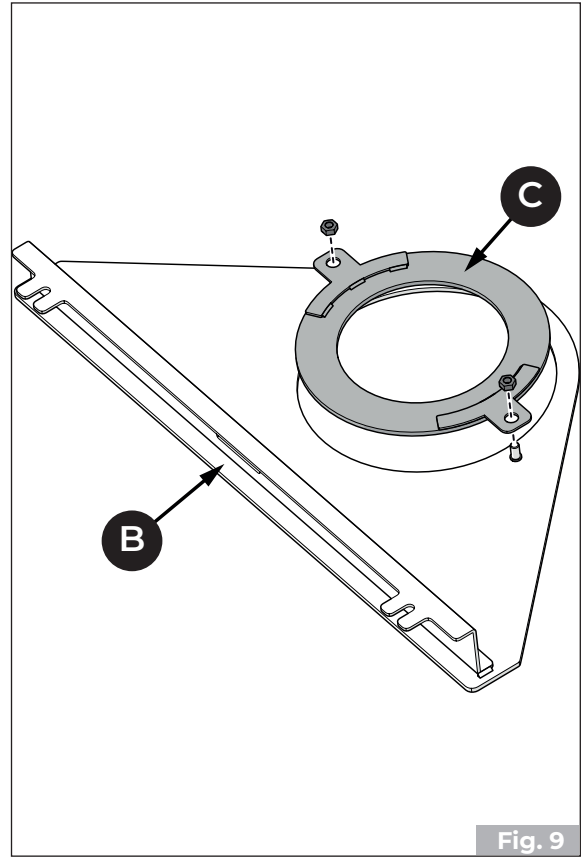

Fig. 9
- Drehen Sie die Platte **(B)** und entfernen Sie die Halterung **(C)** (**Fig. 9**).